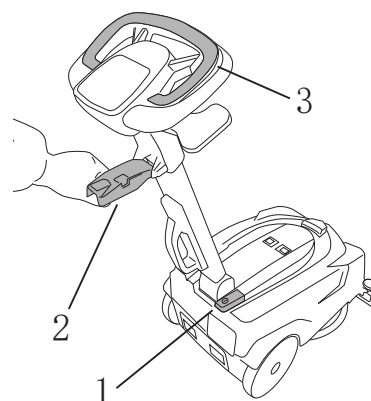

Fig. 16
- 按下总开关（图16，编号1）：
- 通过杠杆，将吸水扒降低（图16，编号2）。
- 操作地刷指令杠杆（图16，编号3）。
- 通过杠杆，将吸水扒升起（图16，编号2）。